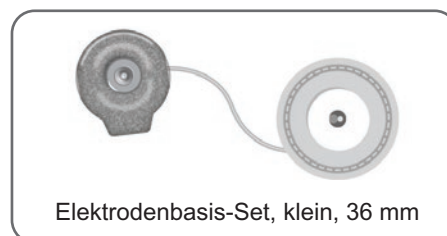

Abbildung 6-7: Für die kleine Unterschenkelmanschette verwendbare Elektrodenbasen
**Die folgende Elektrodenbasis kann mit der kleinen Unterschenkelmanschette verwendet werden: (siehe Abbildung 6-7)**